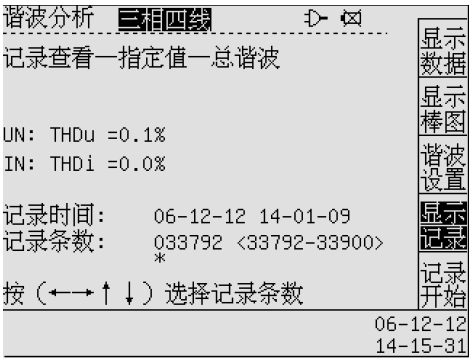

图 11-7 谐波记录
- 打开：操作谐波测试屏幕的 F4 软键。见图 11-7。
- 打开：操作谐波测试屏幕的 F5 软键。见图 11-7。